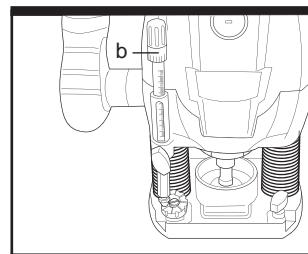

Fig. 7
5. FAIRE UN REGLAGE PRECIS DE LA PROFONDEUR DE COUPE (Fig. 7)